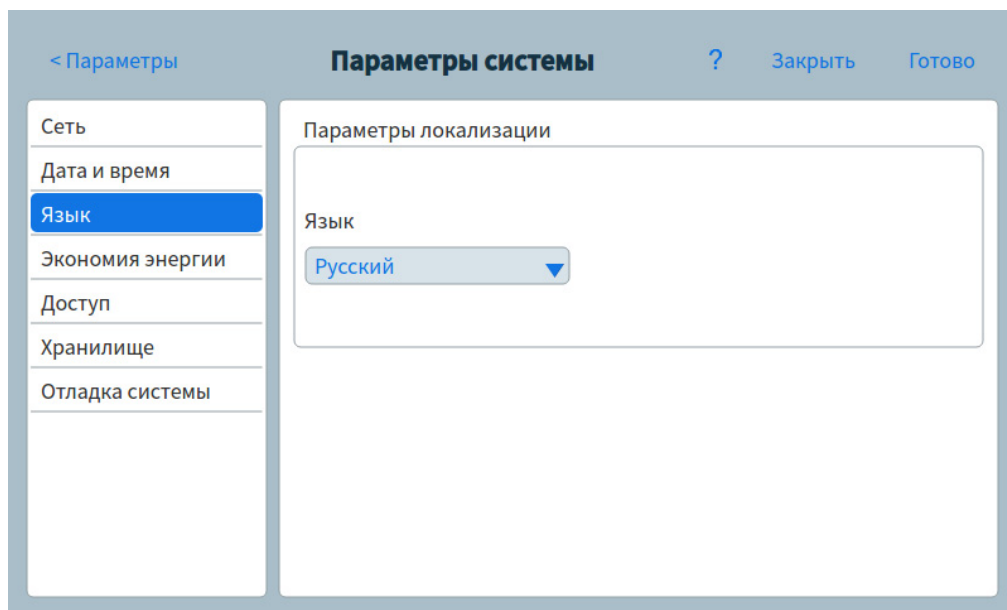

Рис. 43 Страница языковых параметров
- 1 На странице системных параметров нажмите кнопку выбора страницы **Язык**. Появится страница языковых параметров. См. Рис. 43.